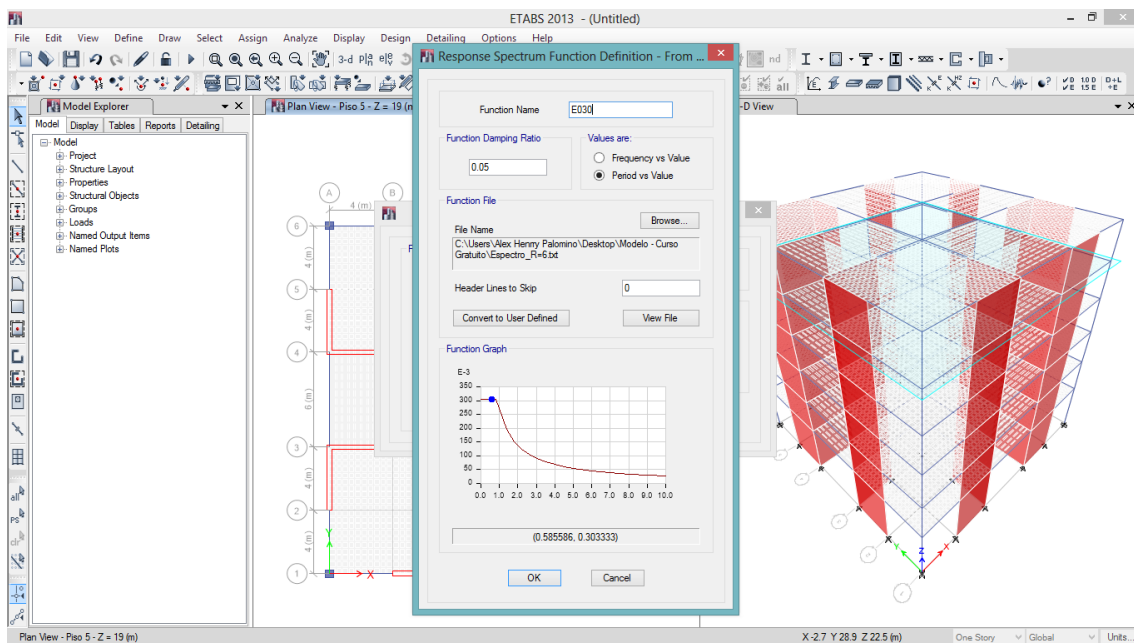

Figura 6-5. Visualización del Espectro de Diseño importado.
5. Finalmente veremos la gráfica del Espectro de Diseño que ha sido importado al programa, la cual debe visualizarse así como se observa en la Figura 6-5. Luego aceptamos todo dándole clic en **OK**.